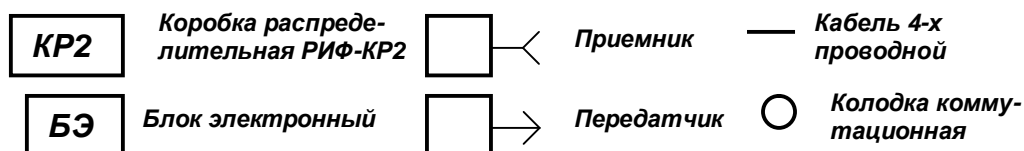

Рис. 2.2.2.3 Размещение блоков (вариант)
2.2.2.3 Пример типового размещения блоков для помещения 50х20м приведен на рис.2.2.2.3